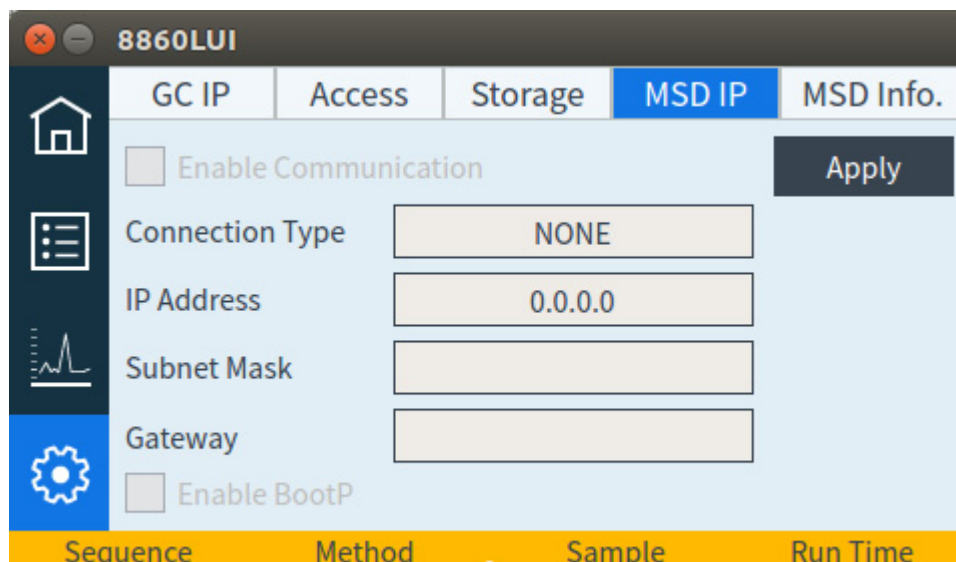

Figura 18. Página de parámetros del detector MSD
- 1 Desde la pantalla táctil, seleccione la página de parámetros y posteriormente la pestaña de configuración de MSD. Consulte **Figura 18**.